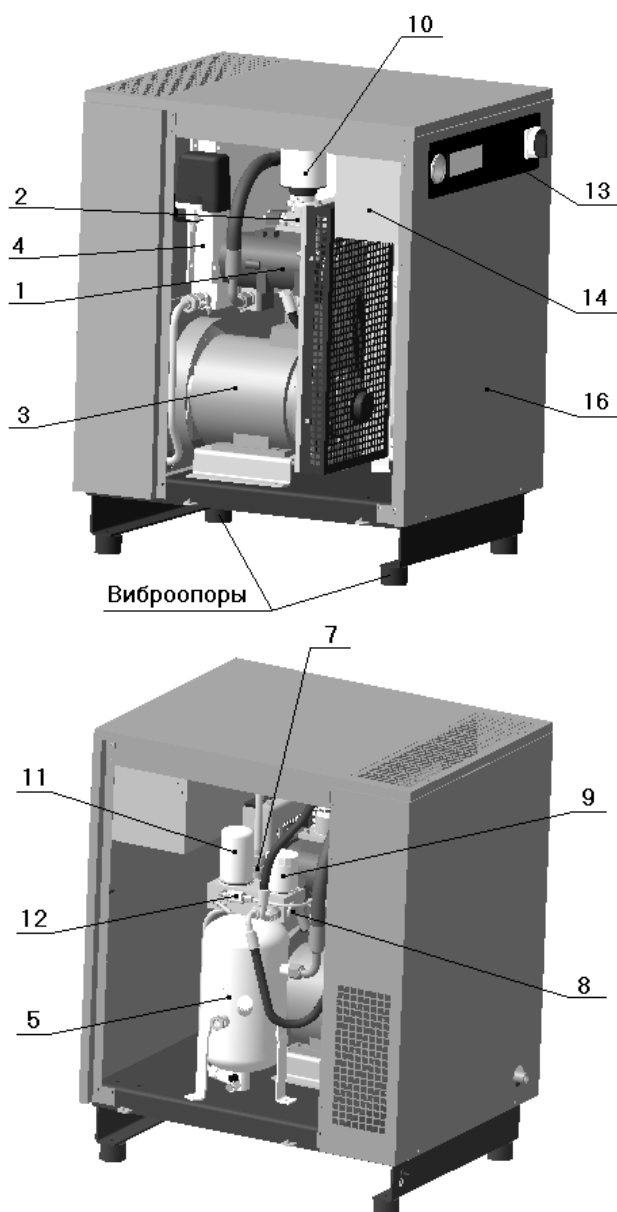
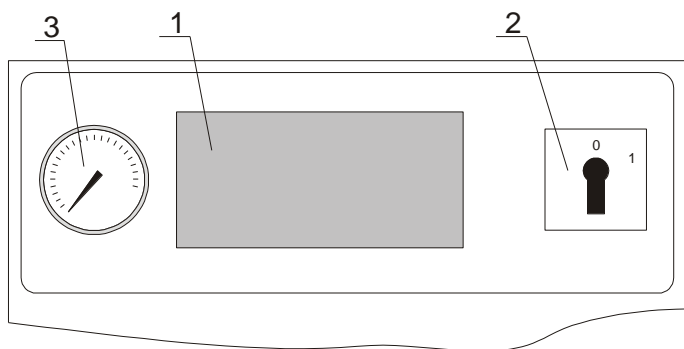
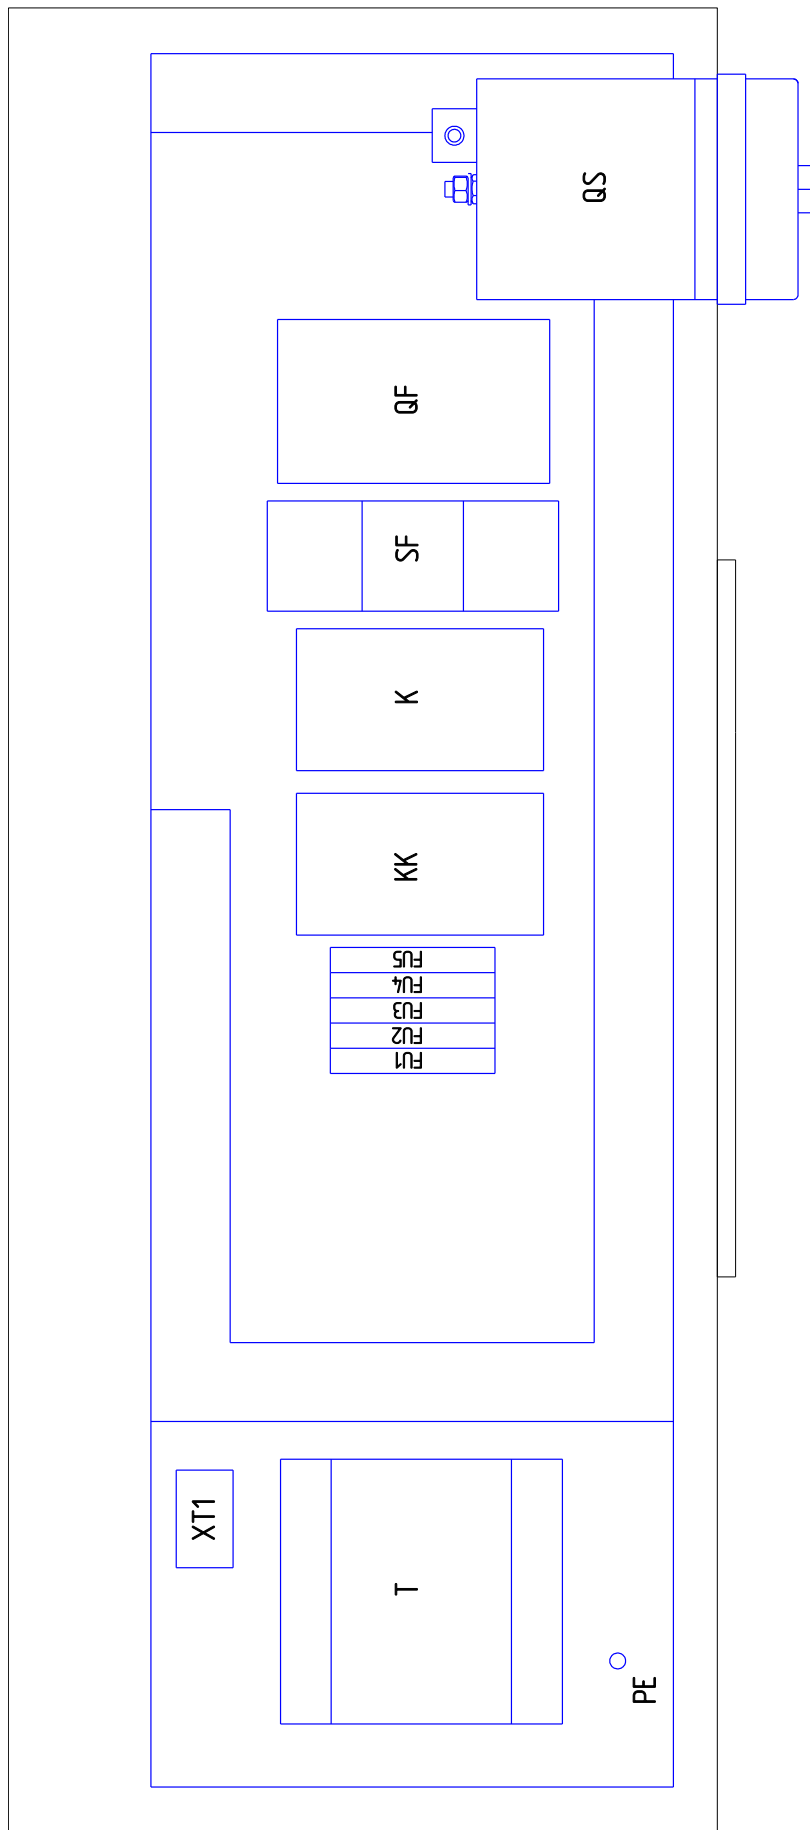

Рисунок 1 – Общий вид компрессорной установки ВК5Е-..., ВК7Е-..., ВК10Е-...
Рисунок 5
Рисунок 6 – Блок-схема платы монтажной BK5E, BK7E, BK10E
1 – Винтовой блок предназначен для выработки сжатого воздуха. Винтовые блоки, применяемые в компрессорных установках, приведены в таблице 3 (см. рисунок 1 или 2, или 3). В корпусе винтового блока расположены: винтовая группа, пропускные каналы для воздуха и масла, присоединительные фланцы.
2 – Клапан всасывающий (см. рисунок 1 или 2, или 3) воздушный выполняет функцию подачи воздуха в камеру сжатия и предотвращения выброса наружу сжатого воздуха и масла в момент останова установки при любом давлении подачи сжатого воздуха. Переключение клапана всасывающего в режим "ЗАГРУЗКА" или "ХОЛОСТОЙ ХОД" осуществляется при помощи клапана электромагнитного, который управляется программируемым контроллером от сигнала датчика давления.
3 – Электродвигатель (см. рисунок 1 или 2, или 3) предназначен для привода винтового блока.
4 – Воздушно-масляный радиатор (см. рисунок 1 или 2, или 3) двухсекционный, комбинированный, выполняет функции охлаждения масла и предварительного охлаждения воздуха на выходе из установки. Радиатор охлаждается проходящим через него потоком воздуха, который нагнетается вентилятором, установленным на втором конце вала электродвигателя привода установки.
5 – Маслосборник (см. рисунок 1 или 2, или 3) выполняет следующие функции:
7 – Клапан минимального давления (см. рисунок 1 или 2, или 3), установленный на линии нагнетания, предназначен для поддержания минимального давления в пределах 0,2...0,4 МПа внутри установки до тех пор, пока давление в распределительной сети не уравнивается с давлением внутри
8 – Термостат (см. рисунок 1 или 2, или 3) состоит из запорного плунжера и термочувствительного глицеринового элемента, изменяющего направление потока масла в зависимости от температуры и смонтирован в корпусе, на котором также установлен фильтр масляный.
9 – Фильтр масляный (см. рисунок 1 или 2, или 3) неразборный изготовлен в металлическом корпусе. Он расположен в контуре смазки и предотвращает попадание твердых частиц на рабочие поверхности винтов и подшипников. Его замена необходима после выработки часов, указанных в разделе "ТО", а частота замены напрямую зависит от технического обслуживания воздушного фильтра и от качества масла.
10 – Фильтр воздушный (см. рисунок 1 или 2, или 3) впускной открытого типа. Функция воздушного фильтра - предотвращение попадания загрязняющих частиц в зону винтовой группы и систему смазки. Некачественное обслуживание воздушного фильтра приводит к уменьшению срока службы блока винтового.
11 – Фильтр-маслоотделитель (сепаратор) (см. рисунок 1 или 2, или 3) завершает операцию отделения масла от сжатого воздуха и обеспечивает остаточное содержание масла в сжатом воздухе не более 3 мг/м^3 . Пропускная способность фильтра-маслоотделителя зависит от качества масла и его рабочей температуры.
12 – Визуализатор возврата масла (см. рисунок 1 или 2, или 3) предназначен для визуальной оценки количества масла на возврате из фильтра-маслоотделителя. Масло, отделенное фильтром-маслоотделителем, возвращается в систему смазки установки. Функцией визуализатора является управление расходом возвратных потоков воздуха и масла. Визуализатор позволяет проверить эффективность работы фильтра-маслоотделителя и системы сепарации.
13 – Панель управления (см. рисунок 1 или 2, или 3). На лицевую сторону панели управления вынесены следующие органы управления (рисунок 5):
14 – Шкаф с электроаппаратурой (см. рисунок 1 или 2, или 3) представляет собой короб закрытого типа с установленной платой, на которой смонтирована пускорегулирующая аппаратура и устройства защиты (блок-схема см. рисунок 6), доступ к которым осуществляется путем демонтажа верхней панели корпуса и крышки шкафа.
16 – Корпус шумозащищенного исполнения (см. рисунок 1 или 2, или 3) служит для снижения уровня шума в рабочей зоне установки.
- 4) Плавкие предохранители - (см. рисунок 6) защита цепей управления и сигнализации;